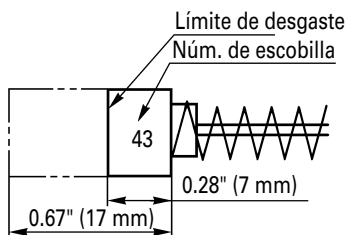

Fig. 17
4. Inspeccionar los escobillas de carbón (Fig. 17)
Utilice las escobillas HITACHI Núm. 43 indicadas en la Fig. 17.